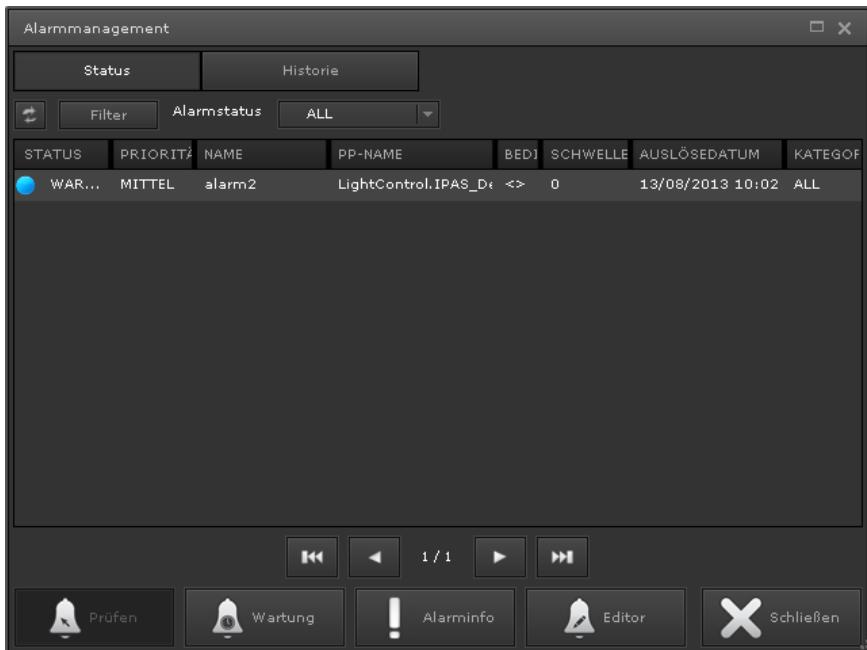
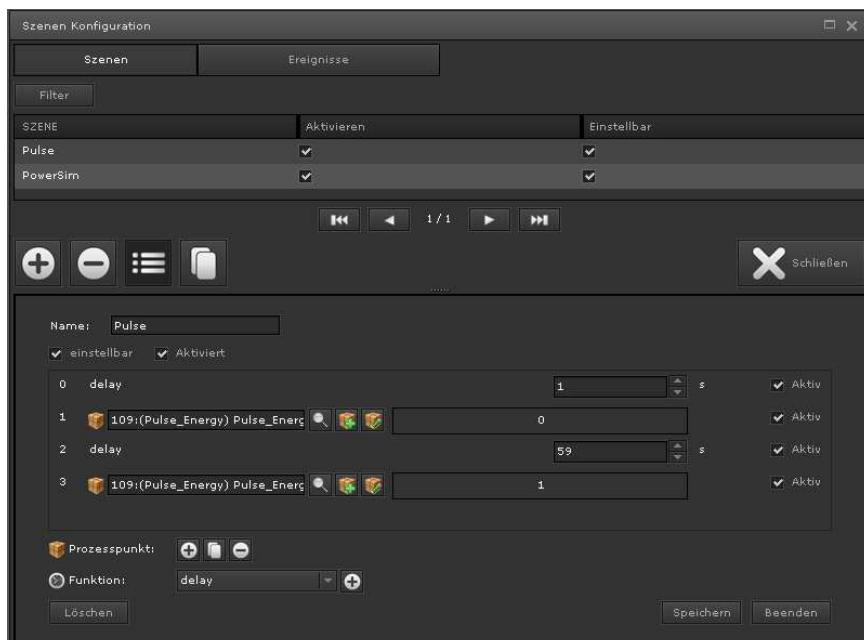

Abbildung 81: Alarmmanagement-Fenster
Abbildung 84: Szenenkonfiguration - Aktionsliste
**Aufzeichnungsdaten:** Öffnet das in Abbildung 81; Abbildung 84 gezeigte Alarmmanagement-Fenster und listet alle Alarne auf. Über *Filter* und *Alarmstatus* kann die Liste der angezeigten Alarne angepasst werden.
Abbildung 84: Abbildung 84 zeigt das Fenster der Szenen-Konfiguration. Über die Schaltflächen *Szenen* bzw. *Ereignisse* in der Kopfzeile wird zwischen der Ansicht der Aktionsbearbeitung und der Triggerbearbeitung umgeschaltet. In der Aktionsbearbeitung werden im mittleren Fensterbereich die bereits definierten Szenen tabellarisch aufgelistet. Im unteren Bereich werden die Eingabefelder zur Erstellung einer Aktionsliste eingeblendet. Im folgenden wird die Erstellung einer